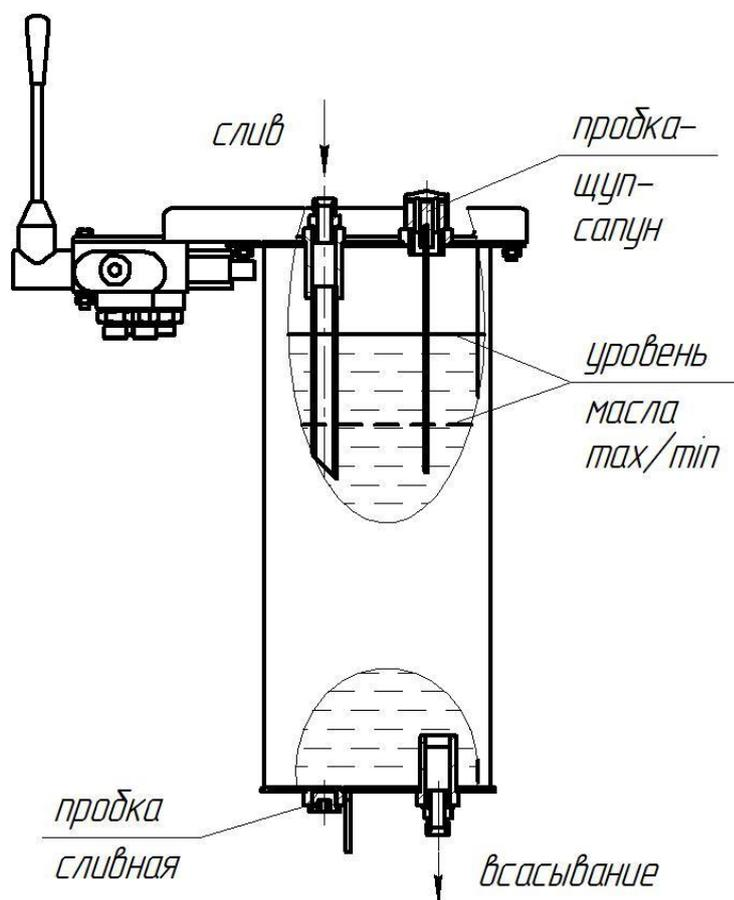

Рис.5.3
- соедините всасывающее отверстие гидробака (рис.5.3, рис.5.2) с входом гидронасоса (фланец гидронасоса слева по ходу трактора);